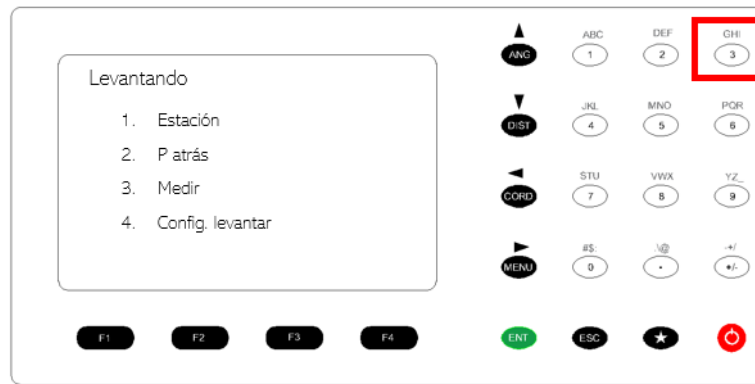

Figura 54. Menú de medición.
32. En la nueva ventana, seleccionar la opción 3. Medir, para poder ingresar al menú de medición. Figura 54.